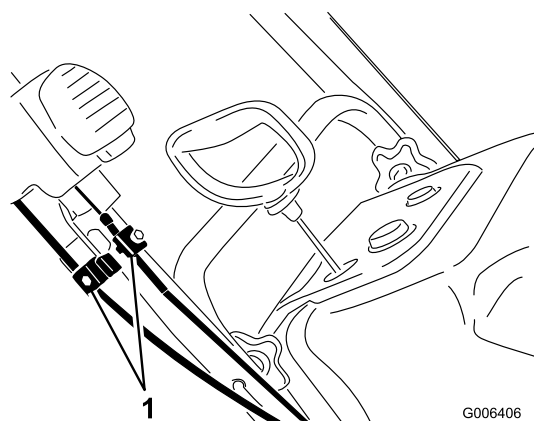

Рисунок 39
1. Отпустите затяжку двух зажимов троса устройства управления Quick Shoot (Рисунок 39).